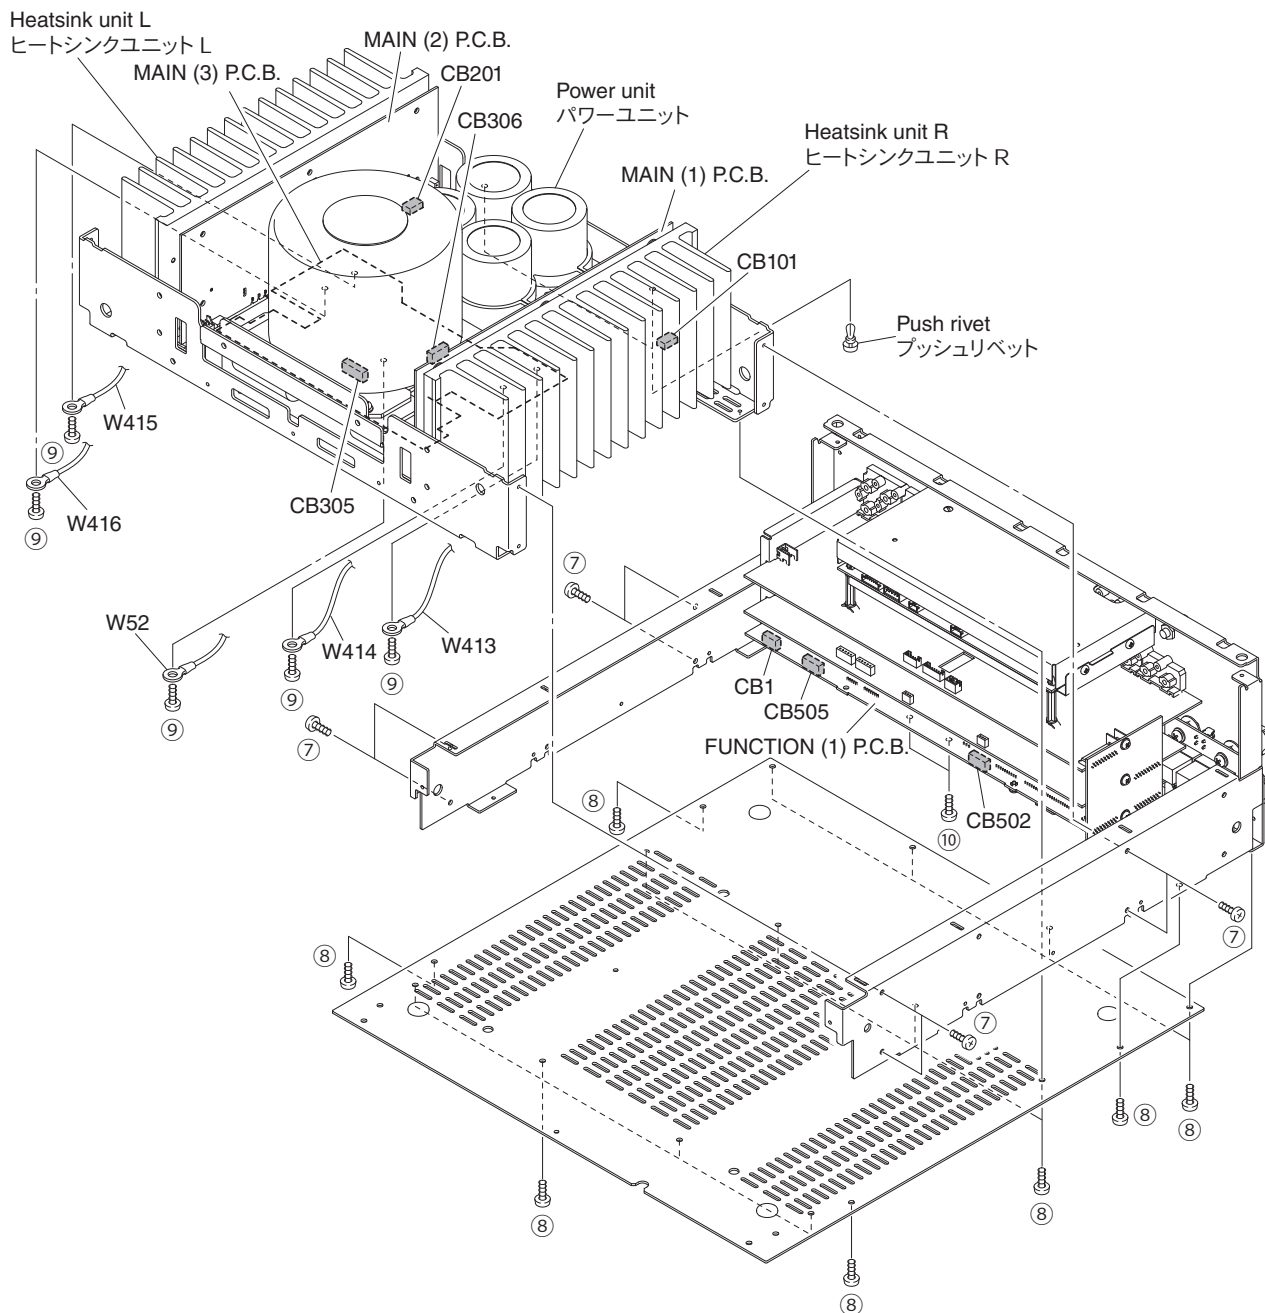

Fig. 8
- Remove 8 screws (⑦) and 16 screws (⑧). (Fig. 8)
- Remove 5 screws (⑨) and disconnect 5 cables. (Fig. 8)
- Remove 2 screws (⑩) and then remove 2 push rivets. (Fig. 8)
- Remove CB1, CB101, CB201, CB305, CB306, CB502 and CB505. (Fig. 8)
- Remove the heatsink unit L and heatsink unit R together with the power unit. (Fig. 8)
- ⑦のネジ8本、⑧のネジ16本を外します。(Fig. 8)
- ⑨のネジ5本を外し、ケーブル5本を外します。(Fig. 8)
- ⑩のネジ2本とプッシュリベット2個を外します。(Fig. 8)
- CB1、CB101、CB201、CB305、CB306、CB502、CB505を外します。(Fig. 8)
- ヒートシンクユニットL、ヒートシンクユニットRとパワーユニットを一緒に外します。(Fig. 8)